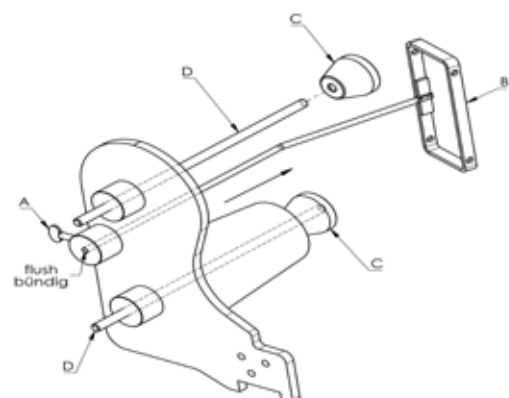

Fig. 3
Loosen wing screw (A, Fig. 3) and set thread rod (B) so that its lower end is flush with the underside of thread cone support (C). See Fig. 3. Retighten wing screw (A).
Lösen Sie die Flügelschraube (A, Fig. 3) und stellen Sie die Fadenstange für die Fadenführung (B) so, daß ihr unteres Ende mit der Fadenständer-Unterseite (Fig. 3, C) bündig ist. Siehe Fig. 3. Ziehen Sie die Flügelschraube (A) wieder an.
To change the thread cones, proceed as follows (Fig. 3, page 15):
Loosen the cap(s) (C) in the thread stand (D, Fig. 3).
Zum Einsetzen bzw. Tauschen der Garnrolle(n) gehen Sie wie folgt vor (Siehe Fig.3, Seite 15):